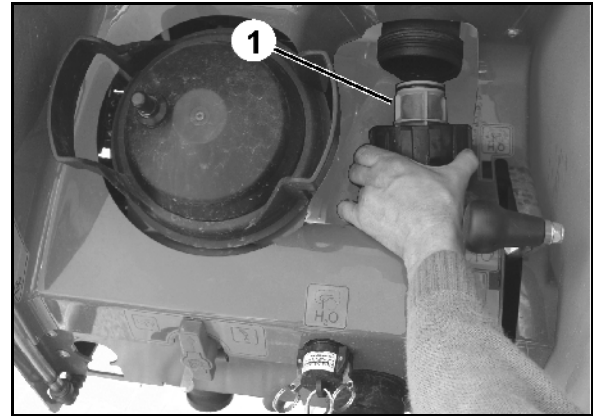

Fig. 147
2. Druckfilter (Fig. 147/1) entnehmen und mit Wasser reinigen.